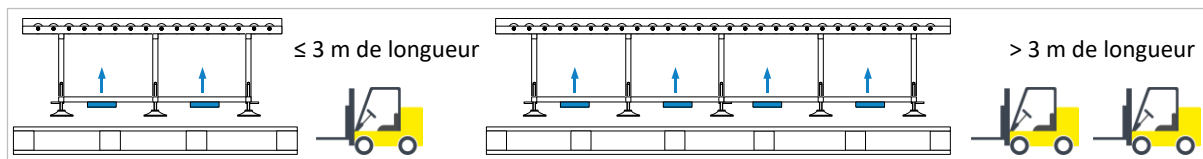

Figure 4 : soulever de la palette avec un chariot élévateur
- Insérez les fourches réglées en largeur aux endroits indiqués sur la  $\Rightarrow$  Figure 4 (à gauche).
- Insérez les fourches réglées en largeur aux endroits indiqués sur la  $\Rightarrow$  Figure 4 (à droite).